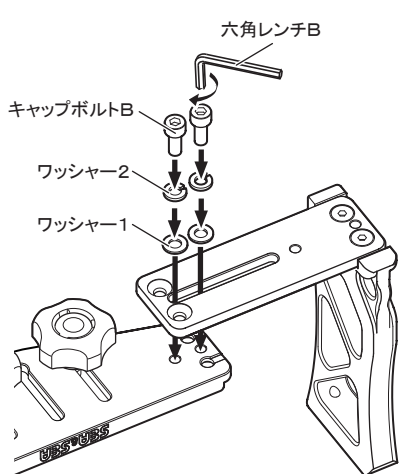

図3
**3 アダプター取付穴にワッシャー1、ワッシャー2、キャップボルトBの順にセットし、六角レンチBでキャップボルトBを時計方向にまわして軽く締める(図3)**